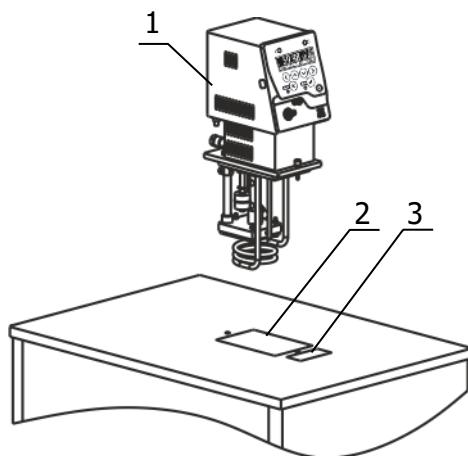
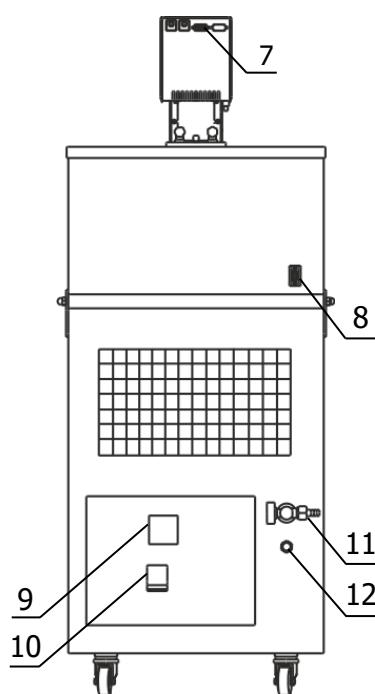

Рисунок 2 — Установка блока регулирования
Рисунок 4 — Задняя панель термостата
2.2.3 Погрузить блок регулирования температуры 1 (рисунок 2) в отверстие 2 и закрепить его винтовыми фиксаторами на крышке термостата.
2.2.4 К переливному штуцеру 12 (рисунок 4) присоединить гибкий шланг, второй конец которого опустить в емкость для сбора излишков теплоносителя объемом 1.5-2 литра.
2.2.5 Заполнить ванну термостата теплоносителем через заливное отверстие 3 (рисунок 2) до момента начала слива теплоносителя из переливного штуцера 12 (рисунок 4). Температурный диапазон применения теплоносителя должен соответствовать значениям, указанным в 1.2.5.
2.2.7 Вставить вилку сетевого кабеля блока регулирования в розетку 9 (рисунок 4). Соединить кабелем из комплекта поставки блок регулирования (разъем 7) и холодильную машину (разъем 8). Сетевой кабель термостата подключить к питающей сети. Для этого в лабораторном помещении должна быть установлена электрическая розетка из комплекта поставки термостата.
2.2.8 Автоматический выключатель 10 (рисунок 4) перевести в положение «включено».
2.2.11 Для заполнения соединительных шлангов и устранения воздушных пробок при первом запуске термостата, необходимо включить блок регулирования в режиме прокачки. При работе циркуляционного насоса уровень теплоносителя во внутренней ванне понизится, что может привести к срабатыванию защиты от недостаточного уровня теплоносителя. Доливать теплоноситель следует до тех пор, пока он не начнет переливаться через штуцер 12 (рисунок 4).
2.3.3 При работе термостата на температурах, близких к нижней границе диапазона регулирования необходимо доливать теплоноситель до момента слива его из переливного штуцера 12 (рисунок 4) при охлаждении термостата на каждые 10°C .
- на короткое время перевести автоматический выключатель 10 (рисунок 4) в положение «выключено»;
2.4.4 Перед повторным запуском холодильной машины после наступления аварийной ситуации необходимо отключить питание термостата, для этого перевести автоматический выключатель 10 (рисунок 4) в положение «выключено».
2.5.2 Надеть сливной шланг из комплекта поставки на кран 11 (рисунок 4) и закрепить его хомутом. Свободный конец шланга опустить в емкость для сбора теплоносителя объемом, превышающим объем термостата.